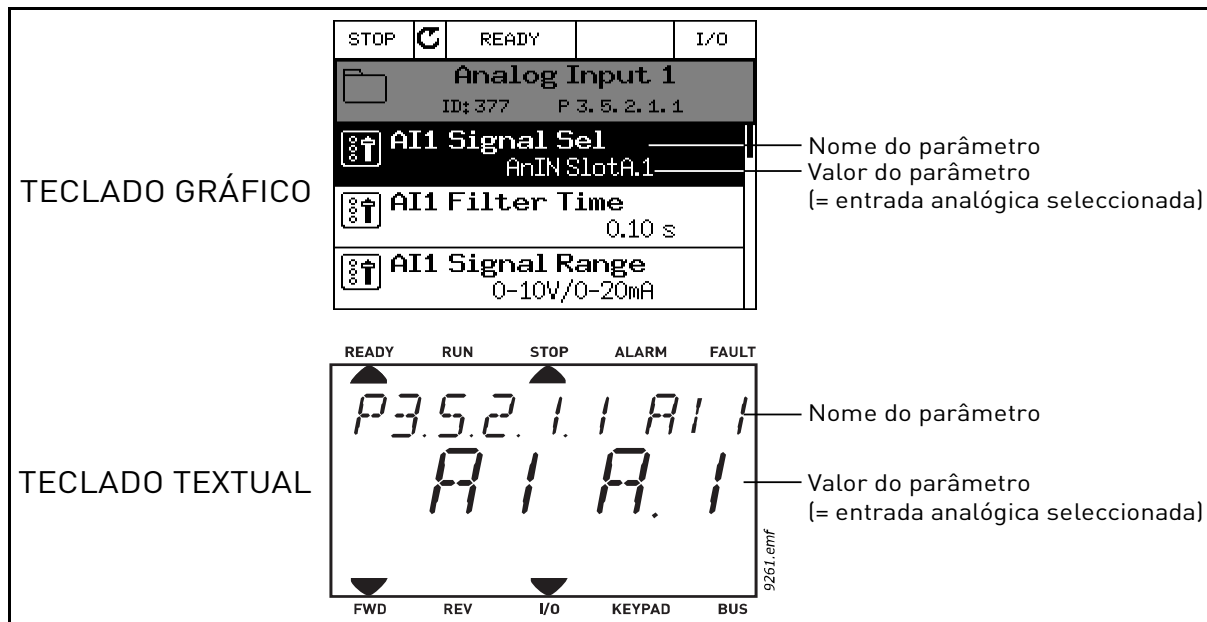

Figura 65.
2. Você está agora no modo Edição , enquanto o valor do slot DigIN SlotA , está piscando e sublinhado. (Se você tiver mais entradas digitais disponíveis na sua E/S, por exemplo, devido a placas opcionais inseridas nos slots C , D ou E , elas também podem ser selecionadas aqui.) Veja a Figura 65.	2. Você está agora no modo Edição , enquanto a letra d está piscando. (Se você tiver mais entradas digitais disponíveis na sua E/S, por exemplo, devido a placas opcionais inseridas nos slots C , D ou E , elas também podem ser selecionadas aqui.) Veja a Figura 65.